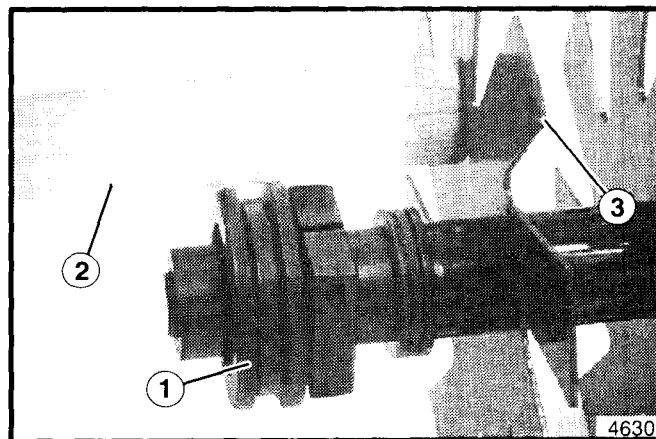

Figura 16. Regolazione del blocco del cuscinetto.
6. Inserire il blocco del cuscinetto con il cuscinetto sull'albero. Muovere il blocco del cuscinetto fino a che il bordo esterno del blocco sia a 16 mm (5/8 di pollice) dalla estremità finale dell'albero (vedere figura 16).
7. Il blocco del cuscinetto deve anche essere perpendicolare all'albero. Per controllarlo, tenere un righello contro la prima lama e attraverso l'orlo del blocco del cuscinetto (vedere figura 16). Ruotare il blocco del cuscinetto a mano. Se il bordo del cuscinetto non oscilla avanti e indietro il blocco del cuscinetto è perpendicolare.